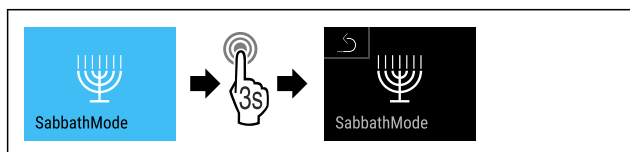

Fig. 15
- Proved'te kroky postupu (viz Fig. 15) .